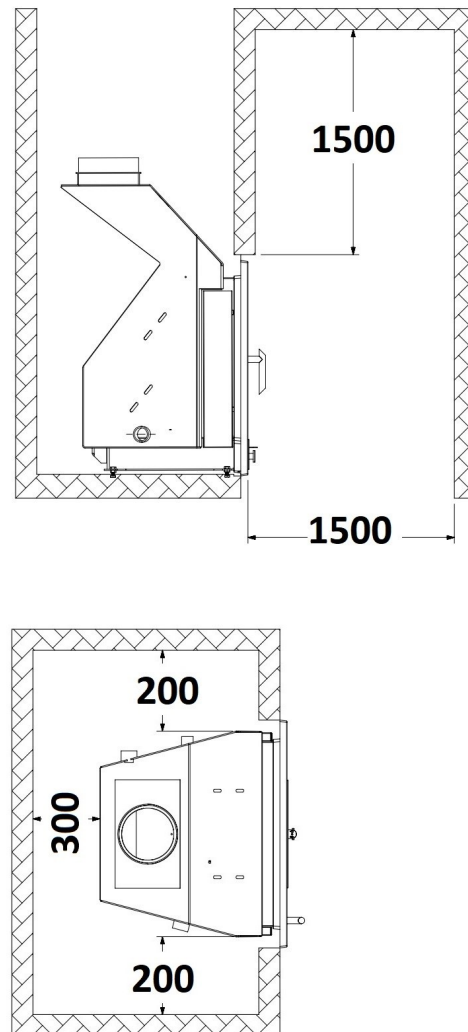

Fig. 8- DISTANZE DI SICUREZZA (mm)
1. Quando si installa la stufa, occorre ricordare le distanze di sicurezza necessarie, sia della stufa sia della canna fumaria, dalle superfici combustibili (pareti in legno o tappezzate, pavimento in legno, mobili, tende, capi di vestiario, ecc.). La distanza di sicurezza deve essere rispettata quando il rivestimento delle pareti o delle zone nei pressi della stufa può essere soggetto a deterioramento o deformazione a causa della temperatura (vernici, pitture, PVC, ecc.). **Fig. 8**